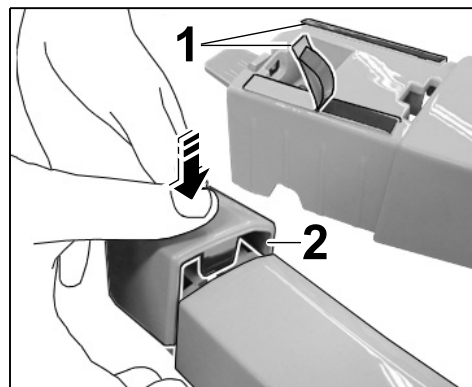

Рис. 15
7.2.2 Удалить защитные пленки ⇒ *Рис. 15 -1-*. Прижать накладку ⇒ *Рис. 15 -2-* к облицовке колесной арки ⇒ *Рис. 15 -стрелка-*.